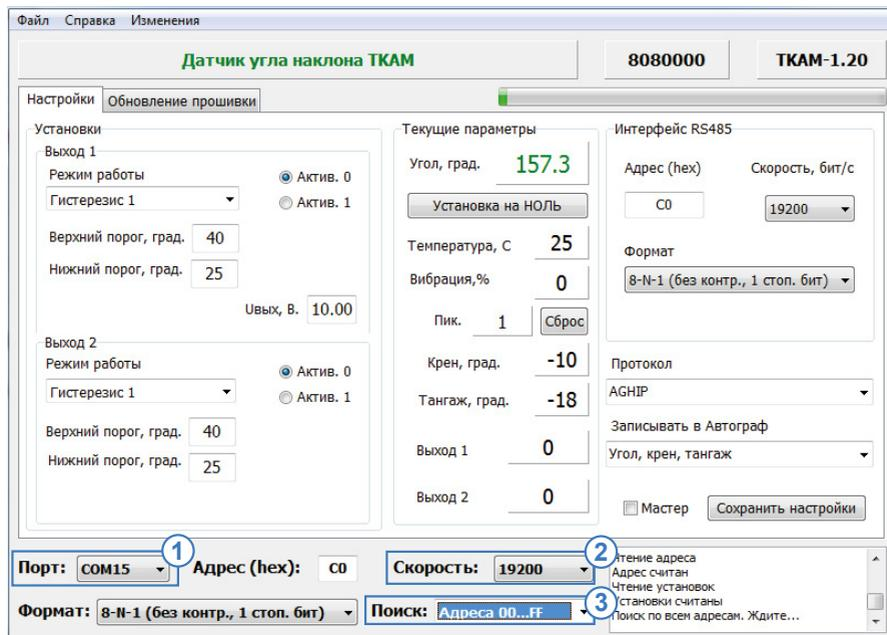

Рис.5. Поиск по адресам от 00 до FF.
- в программе «AGPConf» выбрать COM-порт к которому подключен датчик (Рис.5, п.1). Посмотреть порт устройства можно в Диспетчере устройств системы;
- выбрать скорость, на которую настроена шина RS-485 датчика (Рис.5, п.2);
- выбрать диапазон адресов – **Адреса 00...FF** (Рис.5, п.3).